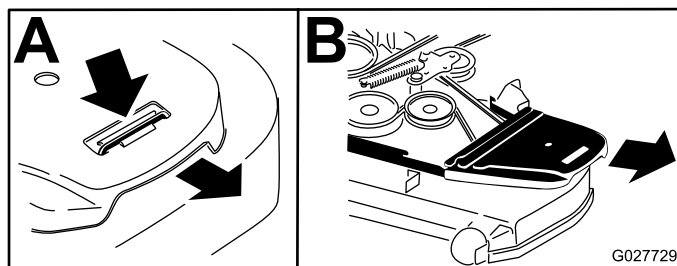

Figure 62
7. Déposez les couvercles de courroies ainsi que les boulons qui sont fixés dessus (Figure 62).